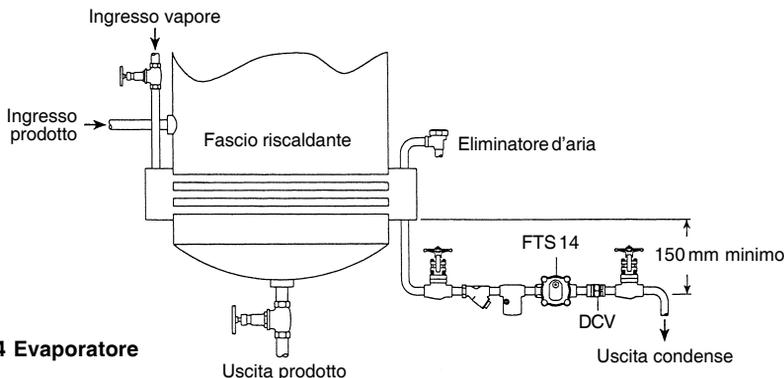

Fig. 4 Evaporatore
- 3.7** Lo scaricatore dovrà essere posizionato al di sotto dell'uscita dell'apparecchiatura vapore, con un piccolo tratto di tubazione verticale di caduta, immediatamente a monte dello scaricatore, avente una lunghezza tipica di 150mm, come mostrato in fig.4. Non potendosi realizzare il tratto di caduta sarà possibile, in condizioni di carico ridotto, il verificarsi di situazioni di invaso di vapore con chiusura temporanea dello scaricatore.
- 3.8** Installare sempre una valvola di ritegno a valle dello scaricatore quando lo scarico avvenga in linee di ritorno della condensa in cui può essere presente una contropressione. Ciò è comunemente provocato da linee di condensa in risalita. La valvola di ritegno impedirà l'allagamento dello spazio vapore alla chiusura del vapore di alimento. Utilizzare una valvola di ritegno adatta ad operare con vapore come ad esempio valvole di ritegno Spirax Sarco di tipo a disco (DCV) come indicato a fig.4.